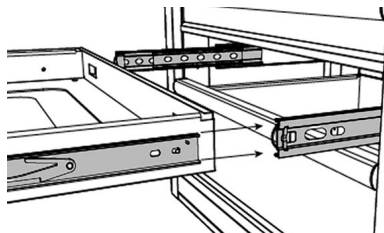

Figure 11
21. Alignez les glissières du tiroir avec les glissières de l'armoire et poussez doucement le tiroir sur les glissières (fig. 11).